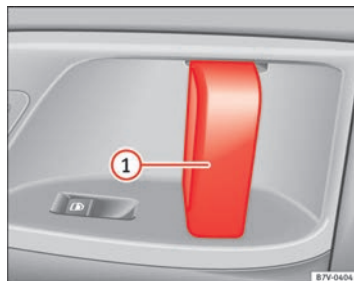

Fig. 49 Nella porta scorrevole: maniglia della porta ①.
Aprire la porta scorrevole dall'interno.	Con la porta scorrevole sbloccata, aprire la porta completamente tirandola dalla maniglia interna ⇒ fig. 49 ①.